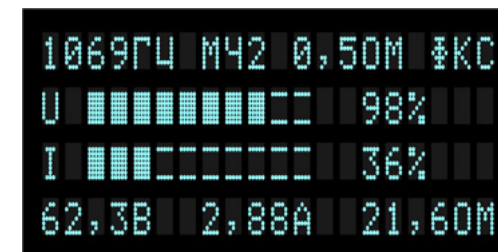

Рисунок 8 – Переход к ручному согласованию
5.3.14.1 Ручное согласование (РС) производится оператором. РС возможно на всех частотах и режимах генерации. Переход к РС происходит, когда после нажатия кнопки «АВТО» в крайней правой позиции верхней строки дисплея отображается «ФКС» (рис. 8).